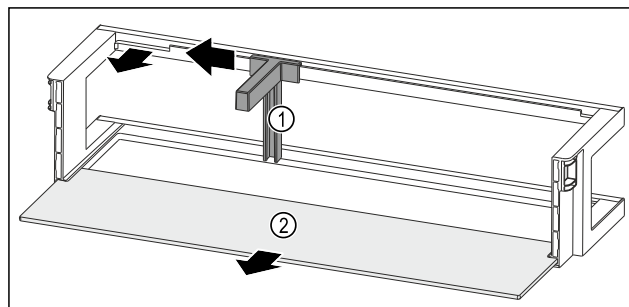

Fig. 96 Balconcino controporta con portabottiglie e ripiano
- Spingere il portabottiglie Fig. 96 (1) lateralmente fino all'incavo.
- Rimuovere il portabottiglie Fig. 96 (1).
- Rimuovere il ripiano Fig. 96 (2).